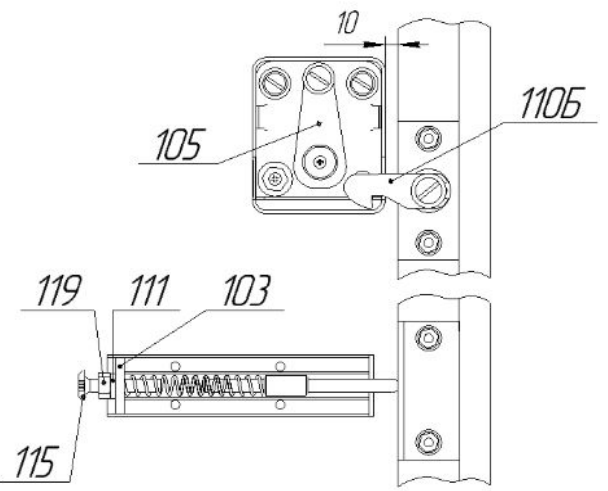

Рис.8
К панели поз.42 присоединить механизм фиксации поз.105, используя винты поз.114, шайбы поз.121 (рис.1.2.3). Присоединить к панели поз.42 толкатель поз.103 (рис.1.2.4 и рис.8). Для закрепления к коробу использовать винты поз.117. На головки винтов поз.117 установить заглушки поз.120 (рис.1.2.4).
9. Отрегулировать упор, установленный по рис.1.2.4. Для этого поднять раму кровати в вертикальное положение. Надавить на раму в области установленного механизма фиксации поз.105. Вращением винта М8х45 поз.115 добиться, чтобы рама кровати не доходила до касания с механизмом фиксации поз.105 (рис.8) 10мм. Придерживая от вращения винт поз.115, затянуть гайку поз.119 до упора так, чтобы шайба поз.111 оказалась прижата к корпусу толкателя поз.103.
Для этого поднять кровать в вертикальное положение. Надавить на верхний угол рамы кровати около механизма фиксации поз.105 до зацепления собачки поз.110Б за механизм фиксации поз.105 (рис.8). Должен быть слышен чёткий щелчок. Повторное нажатие приведёт к отсоединению собачки и наклону рамы кровати для дальнейшего опускания в горизонтальное положение.